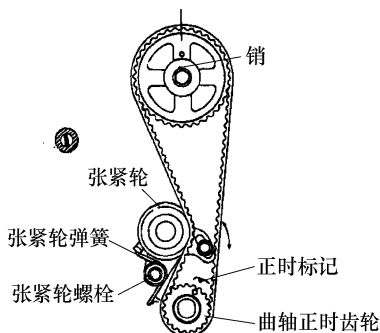

图 9-16 安装正时带
- 2) 安装完张紧器后，使凸轮轴正时齿轮和曲轴正时齿轮对正轮上的正时标记，如图 9-16 所示。旋转曲轴至一缸压缩行程上止点位置。